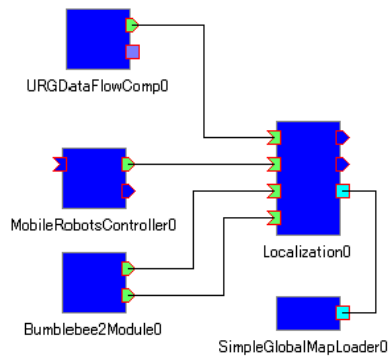
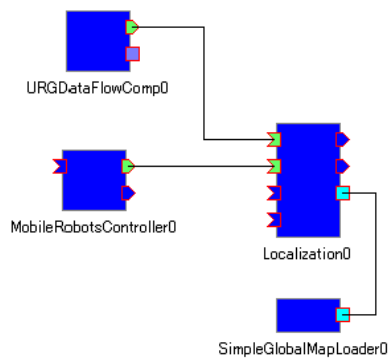

図 7: 各 RT コンポーネントの接続
図 8: ステレオカメラを使用しない構成での各 RT コンポーネントの接続
7. 図 7 のようにモジュールを接続する。また、図 8 のようにステレオカメラを用いない構成でも自己位置を推定する事ができる。